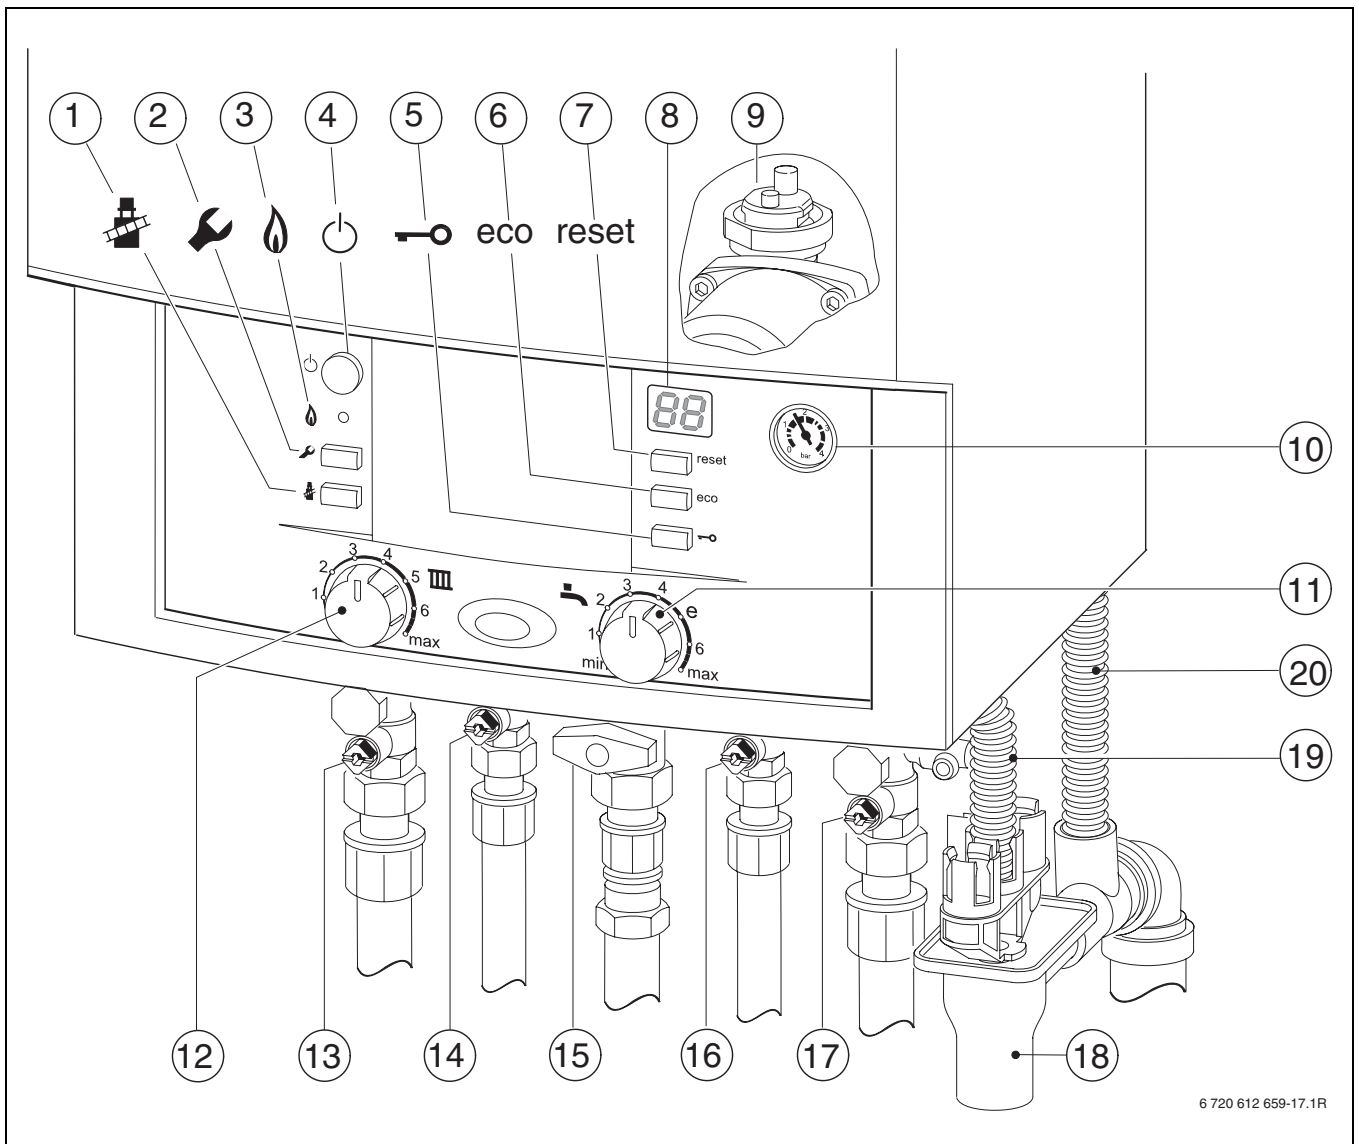

Bild 24
- ▶ Heizungsvorlaufhahn und Heizungsrücklaufhahn (13 und 17, Bild 24) öffnen und Heizungsanlage auf 1 - 2 bar füllen und Füllhahn schließen.
- ▶ Bei ZWB-Geräten Kaltwasserhahn und Warmwasserhahn (16 und 14, Bild 24) öffnen und einen Warmwasserhahn so lange öffnen bis Wasser austritt.